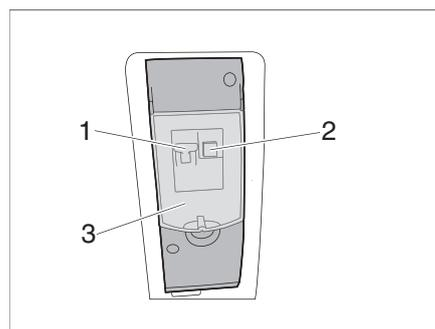

Bild 80 230-V-Sicherungsautomat
- Abdeckklappe (Bild 80,3) öffnen.
Der 230-V-Anschluss ist durch einen zweipoligen Sicherungsautomaten (Bild 80,1) abgesichert.